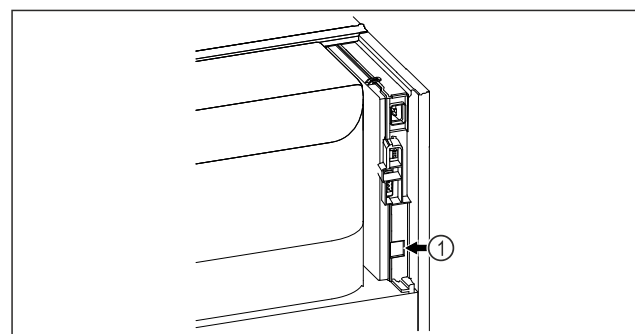

Fig. 61
- SmartModule Fig. 61 (1) установлен.